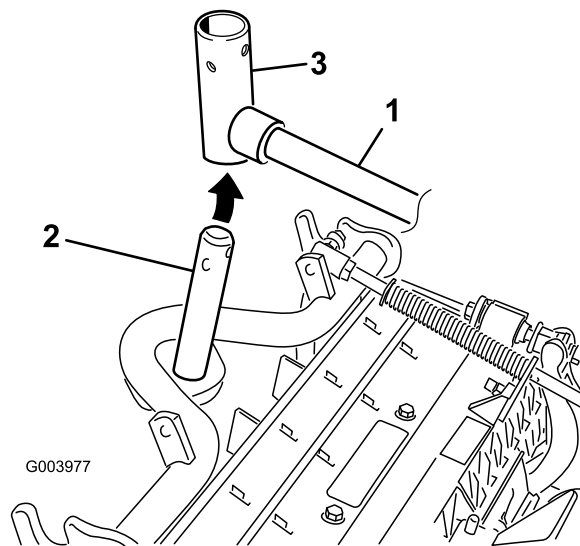

Figura 8
7. Nas unidades de corte dianteiras, faça deslizar uma unidade de corte sob o braço de elevação enquanto insere o veio da estrutura de suporte para cima para dentro da forquilha da articulação do braço de elevação (Figura 8).
B. Insira a forquilha do braço de elevação no veio da estrutura de suporte (Figura 8).